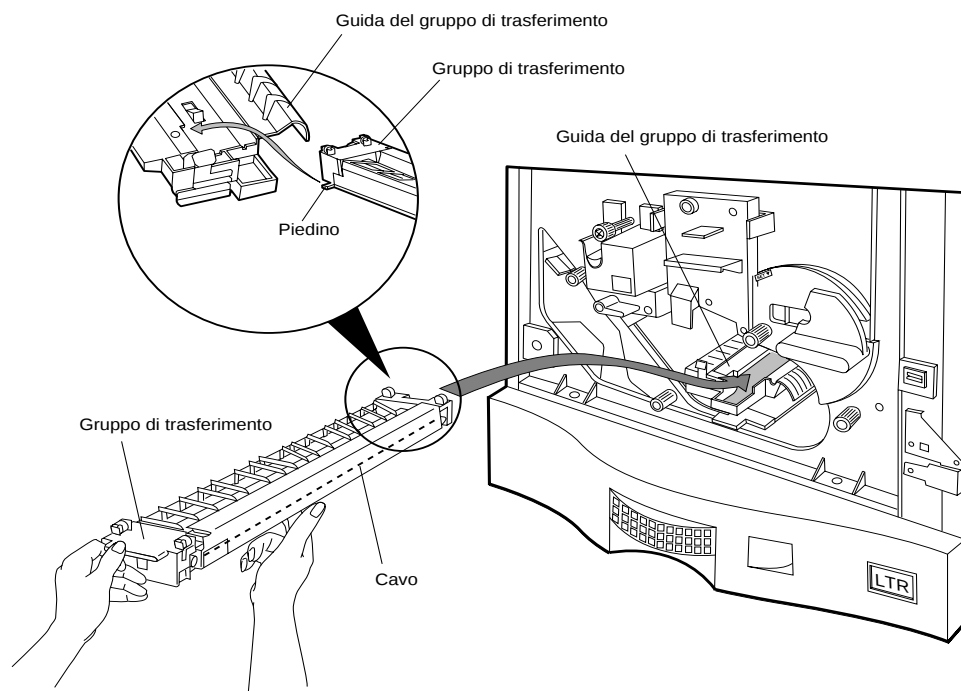

Figura 4-31 Inserimento del gruppo di trasferimento nella guida
2. Usando il piedino di allineamento che si trova all'estremità del gruppo di trasferimento, inserire il piedino di allineamento del gruppo di trasferimento nel binario sinistro della guida del gruppo di trasferimento e spingerlo fino alla fine della guida come mostrato nella Figura 4-31.